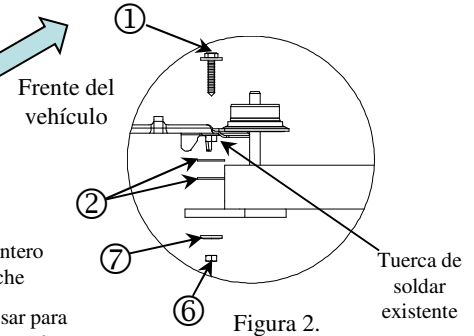
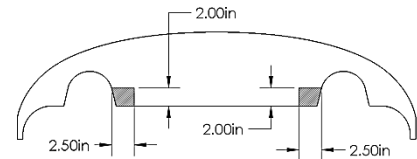

Figura 2.
Figura 3.
Recorte el área sombreada en la placa protectora según la Figura 3.
①	Cant. (2)	Perno hexagonal M8-1.25 x 55mm CL. 9.8	⑥	Cant. (2)	Tuerca hexagonal M8 x 1.25
②	Cant. (4)	Arandelas planas 1/2"	⑦	Cant. (2)	Arandela cónica dentada 3/8"
③	Cant. (2)	Perno hexagonal, 1/2"-13 X 2-1/4" Gr.5	⑧	Cant. (1)	Tuerca de manija 1/2" (*Ver especificaciones de torsión abajo)
④	Cant. (3)	Arandela cónica dentada 1/2"	⑨	Cant. (3)	Espaciador, cuña
⑤	Cant. (1)	Tuerca hexagonal 1/2"-13 Gr. 2
- Para instalación en el Impala, recorte la región sombreada de la placa protectora en la figura 3.
3. Instale el soporte delantero del enganche en el montaje de la suspensión del vehículo tal como se muestra. Pegue (2) espaciadores tipo cuña para facilitar la instalación. No apriete en este momento.
4. Instale las arandelas planas (pieza 2) en la tuerca de soldar existente. Ver Figura 2.